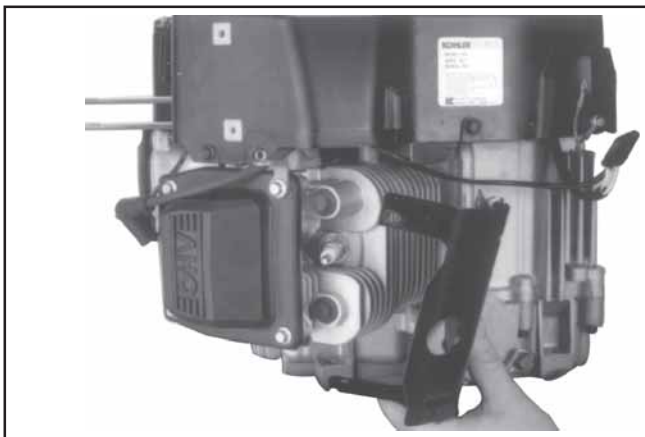

Figure 9-28. Dépose des chicanes internes.
2. Retirer les chicanes internes (en V). Voir la Figure 9-28.